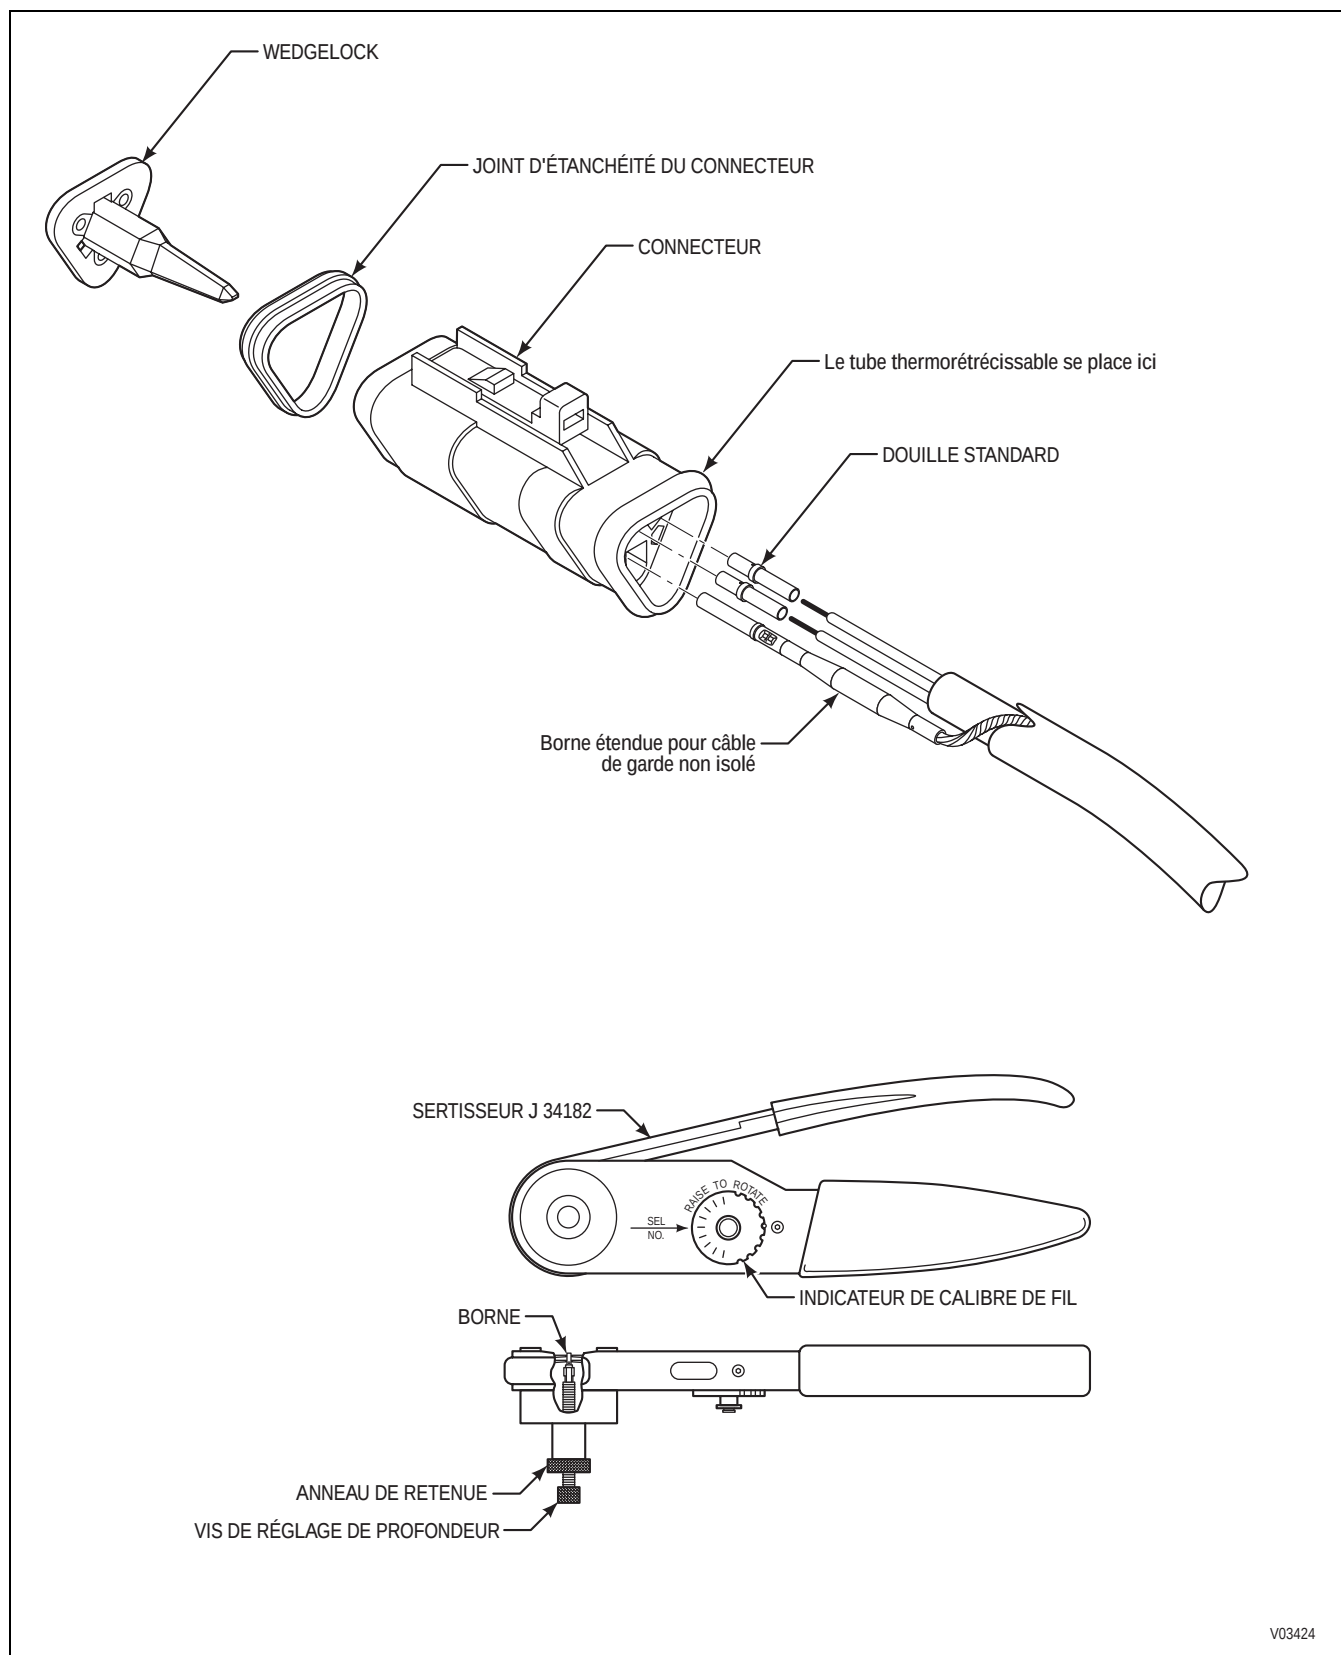

Figure E-9. Connecteur série DT Deutsch (interface J1939 à 3 voies)
A. Réparation des connecteurs/bornes (Figure E-9)
B. Retrait des bornes (Figure E-9)
C. Sertissage des bornes (Figure E-9)
C. Sertissage des bornes (Figure E-9) (*suite*)